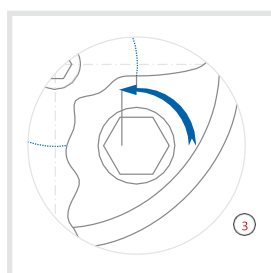

Bild 3.2
- Drehen Sie beide Sicherungssinnensechskantschrauben, in Drehrichtung rechts herum (siehe Teilzeichnung Bild 3.2) bis zum leichten Anschlag der Schraubenköpfe (mit einem Drehmoment von 0,03-0,05Nm) auf der Druckplatte (siehe Teilzeichnung Nr. 4) des Thermalauslösers.